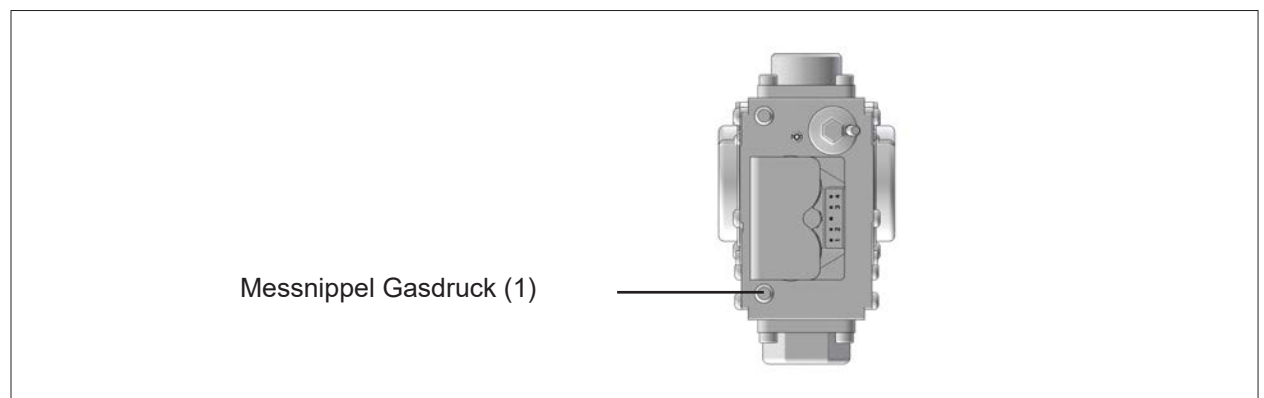

Abb. 6.2 Messnippel Gasdruck
- ▶ Verschlussschraube am Messnippel (1) (Abb. 6.2) lockern und Gaszuleitung entlüften.
- ▶ Differenzdruckmessgerät oder U-Rohr-Manometer am Messnippel (1) an „+“ anschließen. Mit „-“ gegen Atmosphäre.